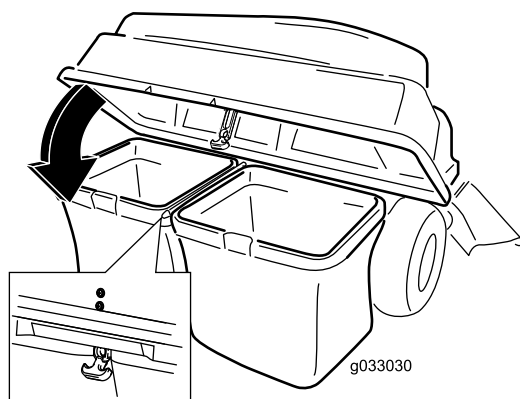

Figura 19
5. Baje la tapa del ensacador sobre las bolsas (Figura 19).
6. Sujete la tapa con el cierre (Figura 19).